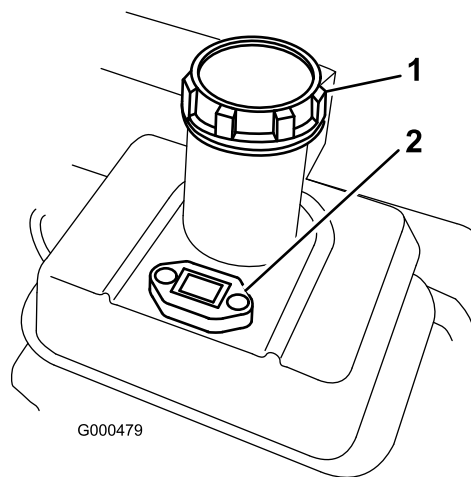

Bild 17
1. Reinigen Sie die Bereiche um den Tankdeckel herum und nehmen Sie den Deckel ab (Bild 17). Füllen Sie den Tank mit bleifreiem Benzin nur bis zur unteren Kante des Filtergitters auf. Füllen Sie nicht zu viel ein.